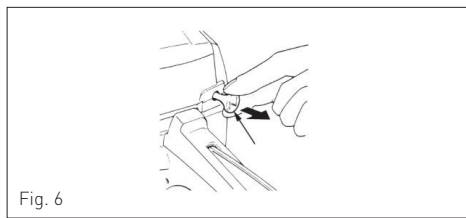

Fig. 6
(4) Puxe a alavanca do ar. (Fig. 6).